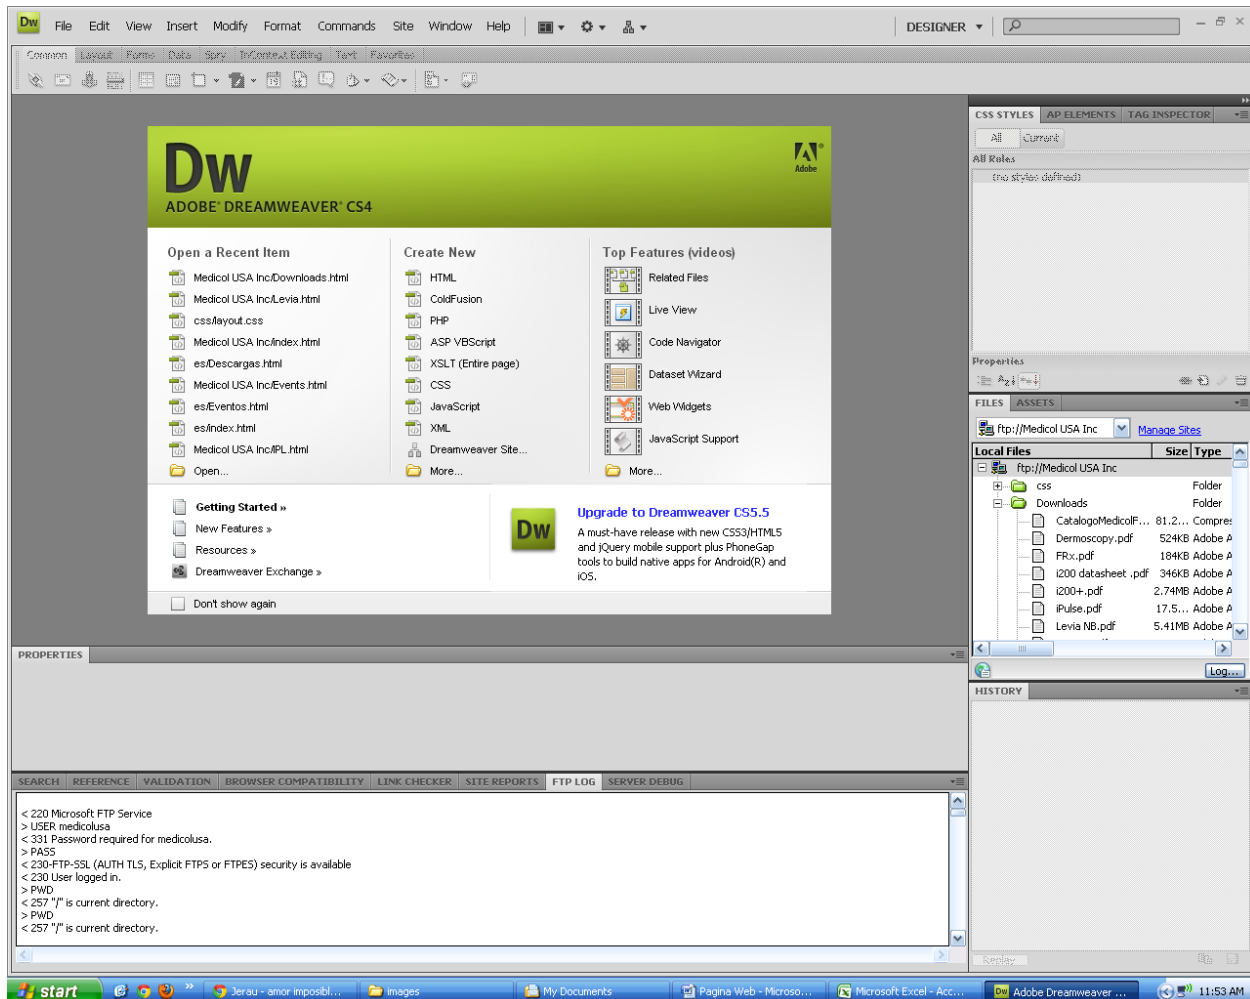

Figura 3. Ventana inicial en Dreamweaver CS4.
- b. Cuando accedan a esta aplicación cerciéndose que en la parte derecha de la pantalla, haya 3 ventanas y en la de la mitad esté toda la información de la página. Esto se puede observar en la **figura 3**.